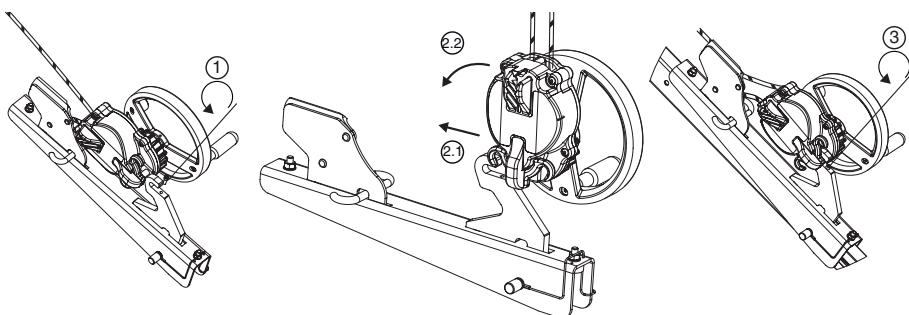

Fig. 8
6.3.4. Apparecchio Derope™ UP R (Fig. 8, 9 e 10)
L'apparecchio Derope™ UP R deve essere fissato sulla gamba del treppiede tracpode di Tractel® come indicato alla Fig. 8. È vietato qualunque altro fissaggio in un punto diverso del treppiede tracpode di Tractel®.
1. Svitare la vite di bloccaggio del gancio di fissaggio della console per apparecchio Derope™ UP R (Fig. 8,1).
2. Posizionare l'apparecchio Derope™ UP R sul gancio di fissaggio (Fig. 8, 2.1 – 2.2).
3. Rivarre la vite di bloccaggio in modo da impedire all'apparecchio di staccarsi dalla console (Fig. 8, 3) e verificare che questa sia ben posizionata e fissata.